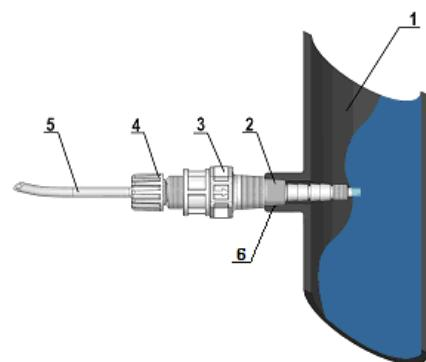

Fig. 7 - Montaggio Raccordo
Sia sul tubo di mandata che su quello di aspirazione evitare curve eccessive al fine di evitare strozzature sul tubo stesso. Applicare sulla condotta dell'impianto da trattare, nel punto più idoneo per effettuare l'iniezione del prodotto da dosare, un raccordo da 3/8" o 1/2" gas femmina. Tale raccordo è escluso dalla fornitura. Avvitare la valvola di iniezione nel "raccordo guarnizione" utilizzando del nastro in PTFE, vedi Fig. 7. Collegare il tubetto (5) all'attacco conico della valvola d'iniezione (3) e bloccarlo con l'apposita ghiera (4). La valvola di iniezione (3) è anche valvola di non ritorno.